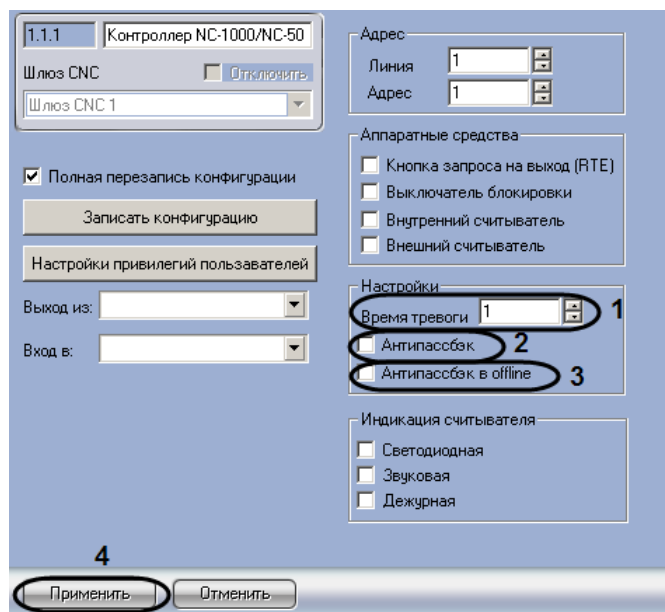

Рис. 3.4—4 Настройка режима работы контроллера
1. Перейти на панель настроек объекта **Контроллер NC-1000/NC-5000**, соответствующего требуемому контроллеру (Рис. 3.4—4).
2. В поле **Время тревоги** (см. Рис. 3.4—4, 1) ввести с помощью кнопок **вверх-вниз** время в секундах, в течение которого длится тревога.
3. Установить флажок **Антипассбэк** для включения режима контроля двойного прохода через данную точку (см. Рис. 3.4—4, 2).
4. Установить флажок **Антипассбэк в offline** для включения режима запрета двойного прохода через данную точку при отсутствии связи между контроллером и Сервером *Интеллект* (см. Рис. 3.4—4, 3). Флажок **Антипассбэк** (см. Рис. 3.4—4, 2) также должен быть установлен.